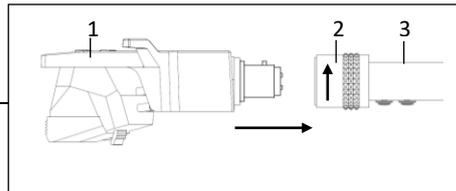

Abb. 2
Den Tonarmkopf wie nachfolgend beschrieben am Tonarm montieren: (Abb. 2)
1. Den Netzschalter (8) einschalten. Die LEDs Bluetooth und „33“ leuchten rot und blau. (Abb. 2).
3. Am Schalter (12) die gewünschte Geschwindigkeit **33, 45, 78** wählen. Die gewählte Drehzahl wird per LED angezeigt.
1. Den Netzschalter (8) einschalten. Die LEDs für Bluetooth und „33“ leuchten rot und blau. (Abb. 2)
2. Platte auflegen, bei Singles den Zentrierpuck aufsetzen und die Plattengröße einstellen (20).
3. Am Schalter (12) die gewünschte Geschwindigkeit **33, 45; 78** wählen. Die gewählte Drehzahl wird per LED angezeigt.
4. Den Halteclip an der Tonarmablage lösen und den Schalter (12) diesmal drücken.
6. Der Abspielvorgang kann durch Drücken des Schalters (12) beendet werden. Der Tonarm kehrt zurück zur Ablage. Die „Start“ LED blinkt.